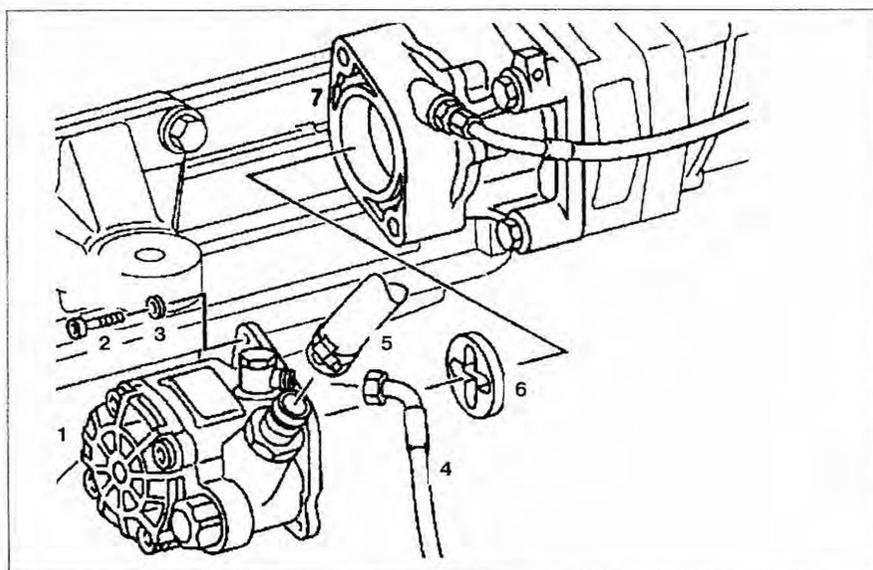

Рис. 6.2. Насос усилителя рулевого управления:
1. Отсоедините трубку **5** от патрубка на насосе усилителя рулевого управления **1** (рис. 6.2).